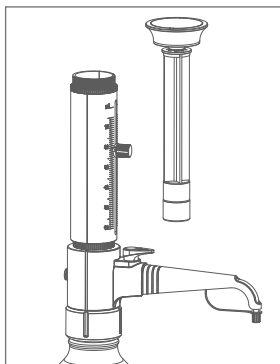

Abb. 10
2. Nehmen Sie den Kolben vollständig heraus, wie in Abb. 10 gezeigt.